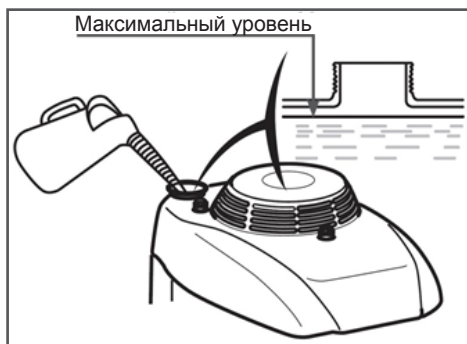

Рис. 6 Максимальный уровень топлива в топливном баке
Максимальный уровень топлива показан на Рис. 6.
2. Открутите крышку-щуп маслосазливной горловины и извлеките щуп (Рис. 6).
4. Аккуратно извлеките щуп и осмотрите его. Уровень масла должен соответствовать верхней отметке на щупе. При недостаточном уровне масла в картере необходимо долить чистое масло до верхней отметки на щупе (Рис. 6).
3. Залейте бензин в топливный бак при помощи специальной емкости или воронки до уровня, показанного на Рис. 6.